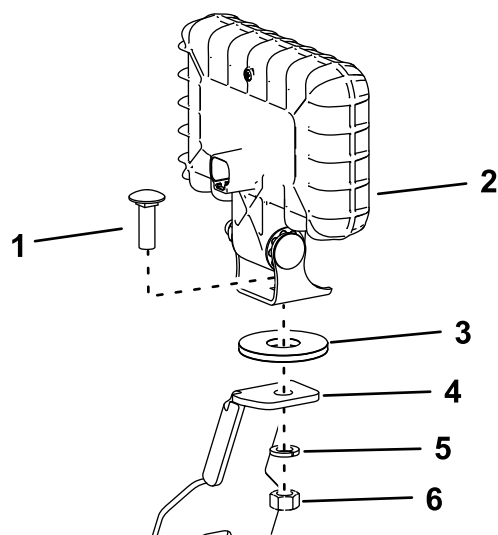

Figure 3
2. Retirez le boulon, la rondelle-frein et l'écrou de l'éclairage. Utilisez les fixations et une rondelle de frottement pour fixer l'éclairage au support (Figure 3). Ne serrez pas les fixations excessivement. Répétez la procédure de l'autre côté de la machine.